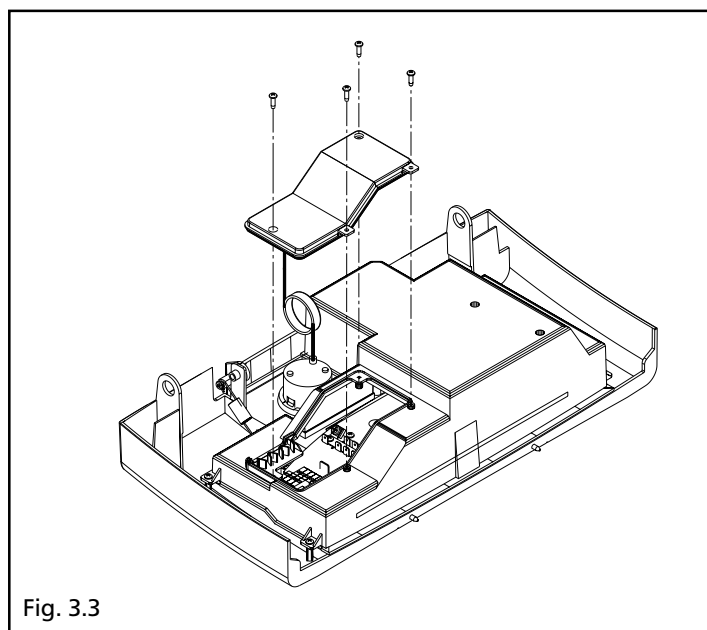

Fig. 3.3
- svitare le quattro viti che fissano il coperchietto alla scatola dell'alimentatore (fig. 3.3), quindi rimuoverlo